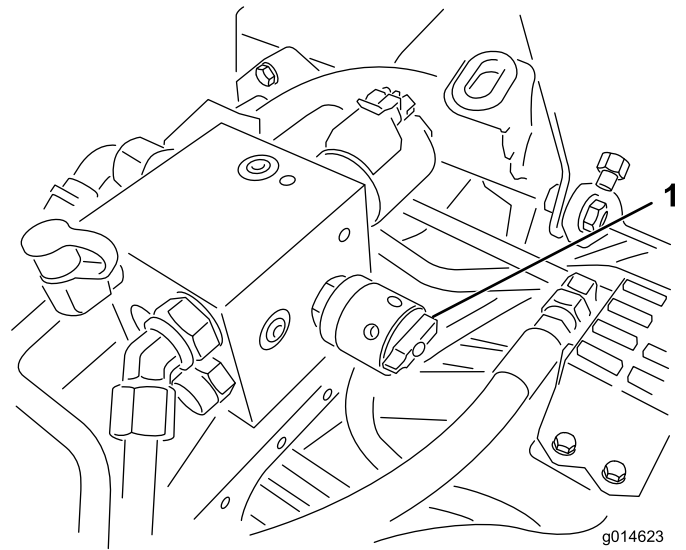

図 55
6. リール速度コントロールを 1 にセットする (図 55)。